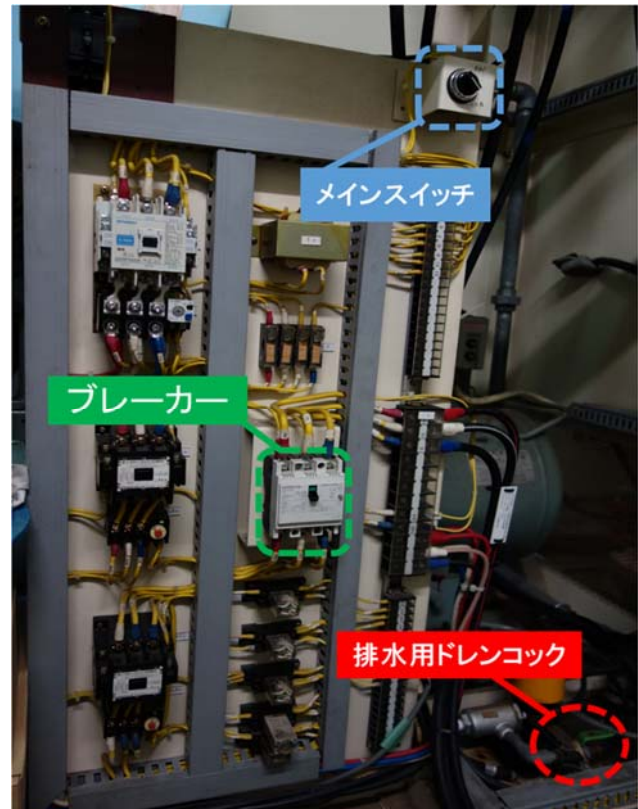

図 12 加圧除湿器盤内下部
2. 加圧除湿器盤内にあるコンプレッサー排水用ドレンコックを閉める (図 12)